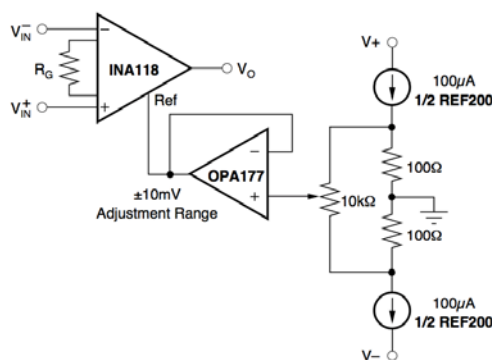

Figura 4
5.- El circuit de la figura 4 permet ajustar el nivell de referència de l'amplificador d'instrumentació INA118. Per a això utilitza un amplificador operacional (OPA177) juntament amb dues fonts de corrent flotants de precisió el corrent de les quals és de 100 μ A. Obteniu l'interval d'ajust de la tensió de referència V_{ref} associada a l'amplificador d'instrumentació.